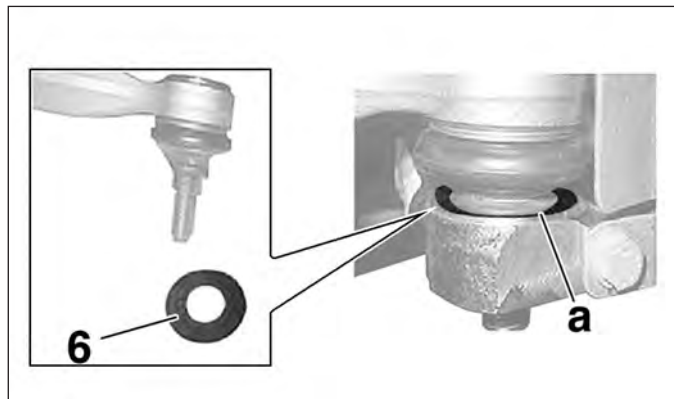

FIG.10
- Si la rotule de direction est remplacée sur un véhicule équipé d'une rondelle (6), ne pas reposer cette rondelle en (a) (Fig.10).